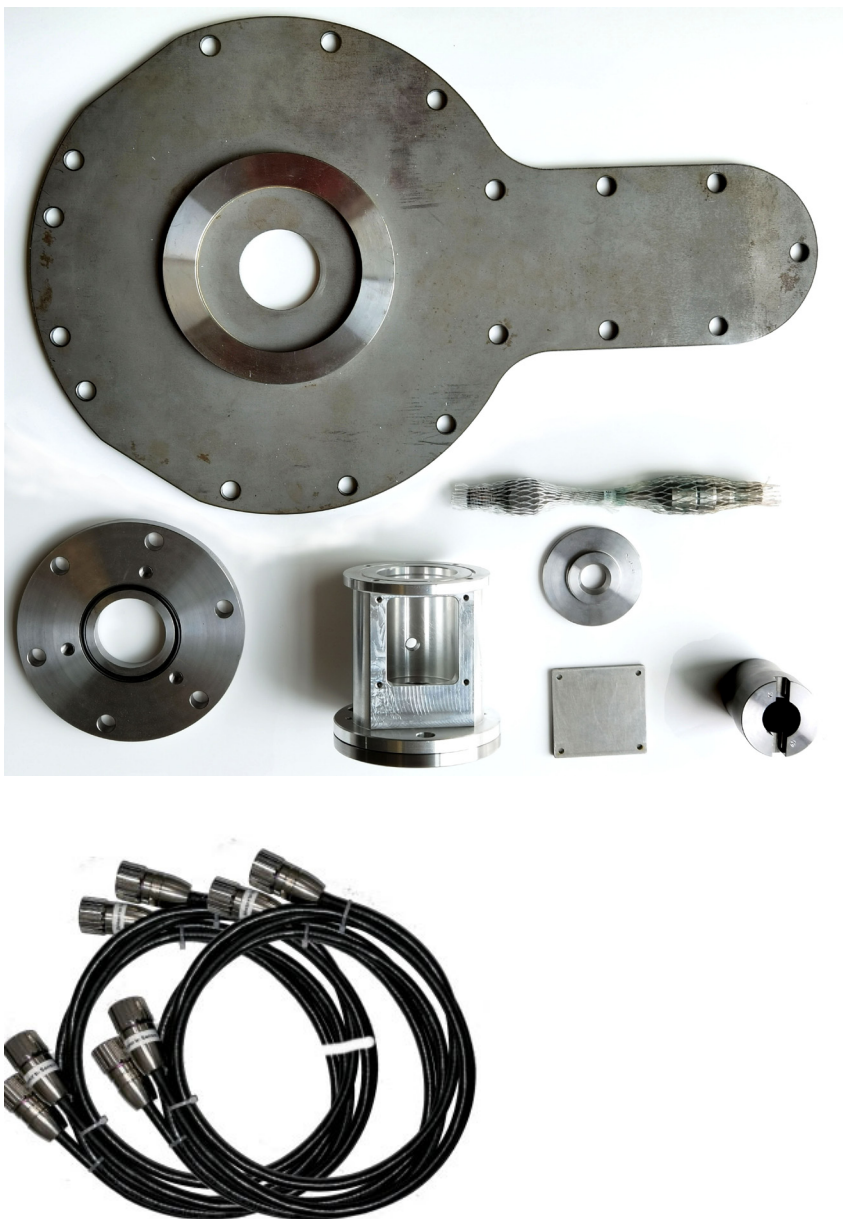

图 3.4. 机械零件和组装电缆
**注意** 该转接器是为每种类型的发动机量身定制的（示例见图3.4）；未经培训的人员/非motcom公司人员不得拆卸单个零件。未正确对齐会导致高磨损及间接损坏。结果会造成轴和SRE受损，导致BeCOMS®系统出现故障。